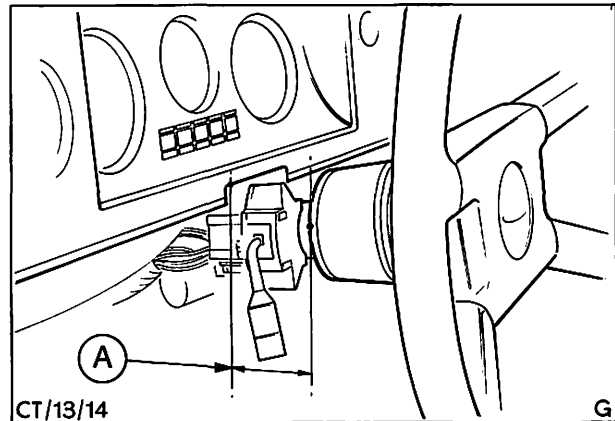

Abb. 9 Einbaulage - Lenksäule
26. Lenksäule entsprechend verschieben, bis der in Abb. 9 gezeigte Abstand von $75 \text{ mm} \pm 2 \text{ mm}$ entsteht. Gleichzeitig Lenksäule auf die Mitte in der Vertiefung an der unteren Kante der Instrumententafel einstellen. Befestigungsschrauben der Lenksäule mit einem Drehmoment von $23 \dots 28 \text{ Nm}$ ($2,4 \dots 3,0 \text{ kpm}$) festziehen.